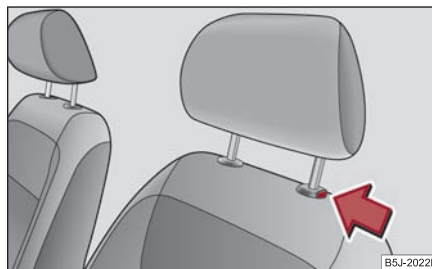

Fig. 62 Extraction des appuie-tête
- Si vous souhaitez abaisser l'appuie-tête, vous devez appuyer sur les touches de verrouillage ⇒ page 66, fig. 62 et poussez en même temps sur l'appuie-tête avec l'autre main.
- Poussez la touche de sécurité dans le sens de la flèche ⇒ page 66, fig. 62 et retirez l'appuie-tête.